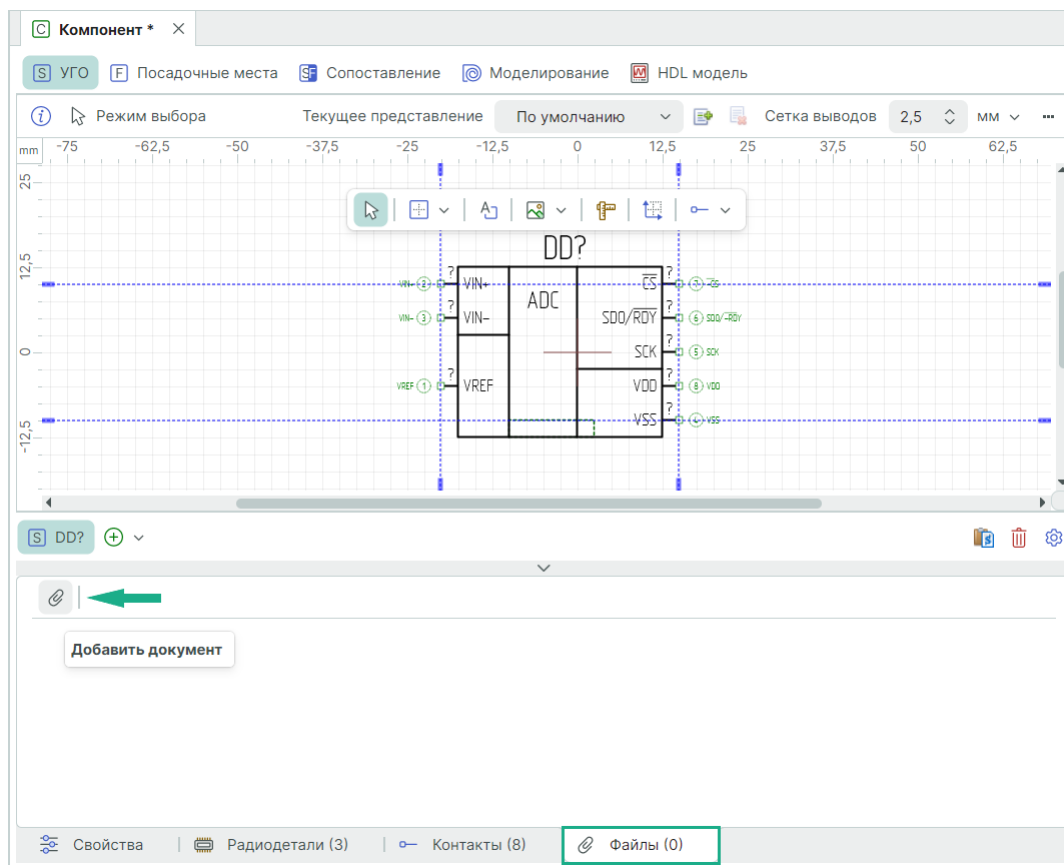

Рис. 328 Добавление файла данных
1. Нажмите на символ  «Добавить документ» вкладки «Файлы» редактора компонентов, см. Рис. 328.